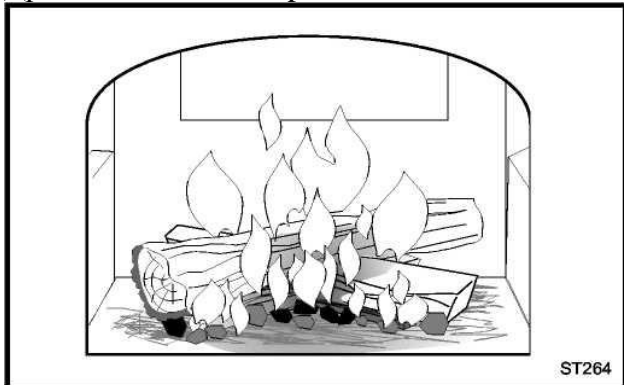

Рисунок 40. Как только огонь разгорится, добавьте дрова побольше.
4. Если Вы уже разжигали топку Intrepid II, следуя 1-3 вышеупомянутым пунктам, продолжайте разжигать топку последовательно. Добавьте большое бревно с диаметром 3-4" (76-102мм). (рисунок 40)